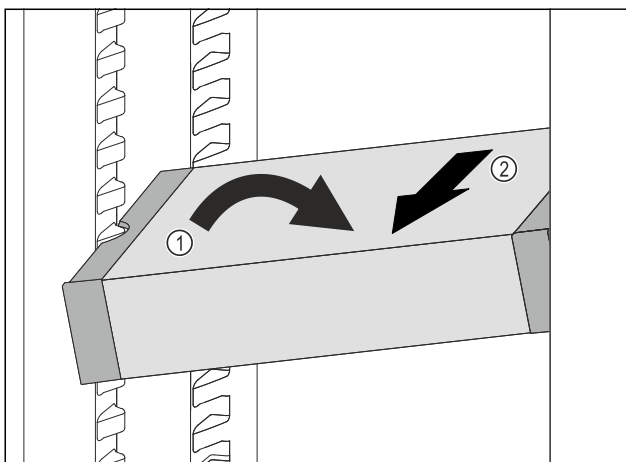

Fig. 139
- ▶ Расположите VarioSafe в холодильном отделении под наклоном. Fig. 139 (1)
- ▶ Извлеките VarioSafe движением вперед. Fig. 139 (2)